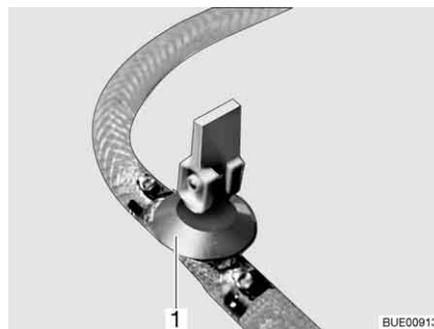

Fig. 151 Llave de desagüe
- Cerrar la(s) llave(s) de desagüe. Colocar para ello el balancín (Fig. 151,1) en posición horizontal.
- Abrir la(s) llave(s) de desagüe (Fig. 151). Colocar para ello el balancín (Fig. 151,1) en posición vertical. La caldera se vacía hacia fuera.